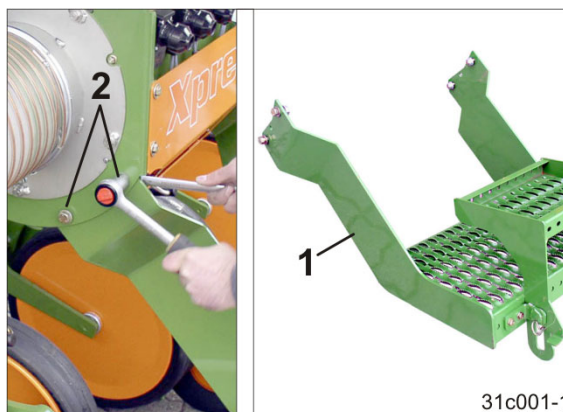

Fig. 8
2. Démontez les plateformes de chargement (Fig. 8/1).
- 2.1 Chaque plateforme de chargement est fixé à l'aide de 4 vis (Fig. 8/2).
6. Montez les plateformes de chargement (Fig. 8).